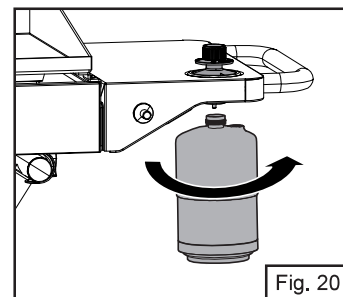

Fig. 20
2. Retirez le bouchon de plastique de la bouteille de propane et vissez le régulateur à la bouteille en le serrant à la main (Fig. 20).